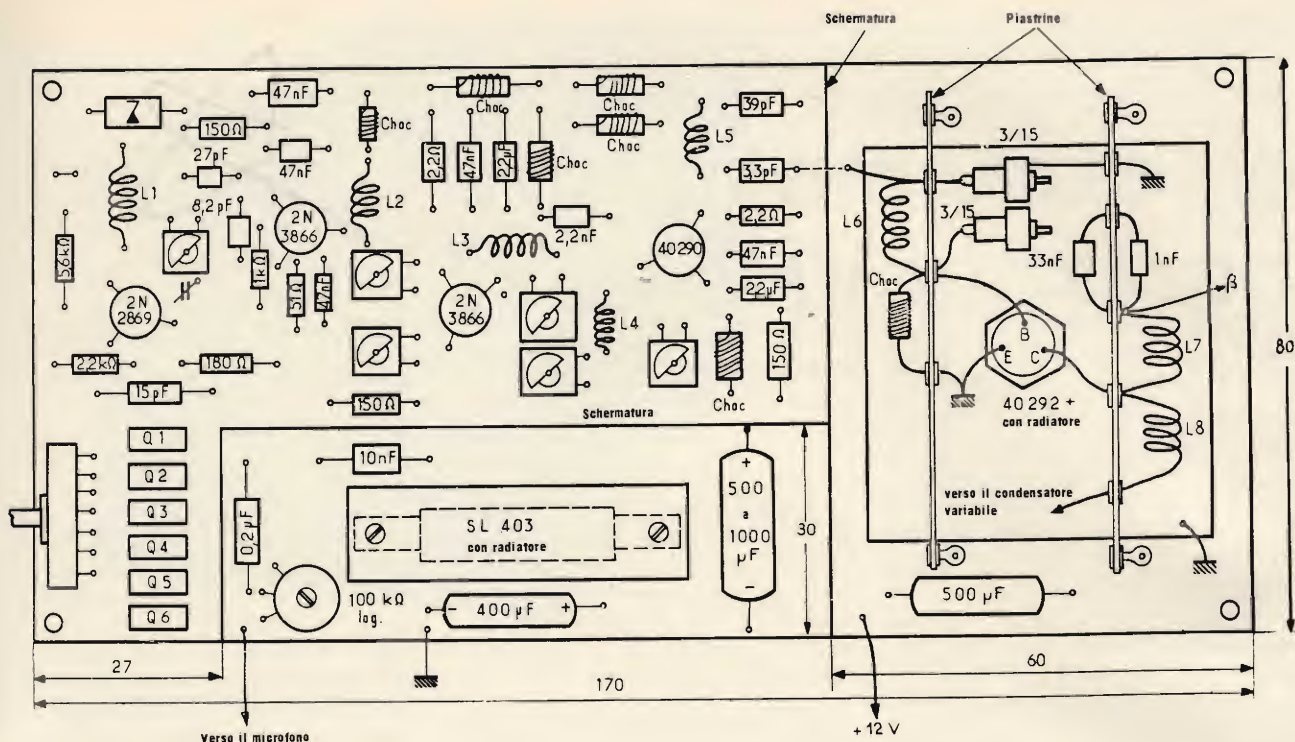

Fig. 1 - Disposizione dei componenti della sezione trasmettente del ricetrasmettitore portatile da 5 W.
**C**ome si può vedere in fig. 1 il circuito trasmittente è composto da uno stadio pilota equipaggiato di 6 quarzi scelti nella gamma dei 72 MHz.
In fig. 1 è riportata la disposizione dei vari componenti, come si può vedere, a sinistra ci sono i sei quarzi poi il commutatore di canali. In alto a sinistra c'è lo stadio pilota, poi il duplicatore seguito dall'amplificatore di tensione seguito a sua volta dallo stadio pilota che va